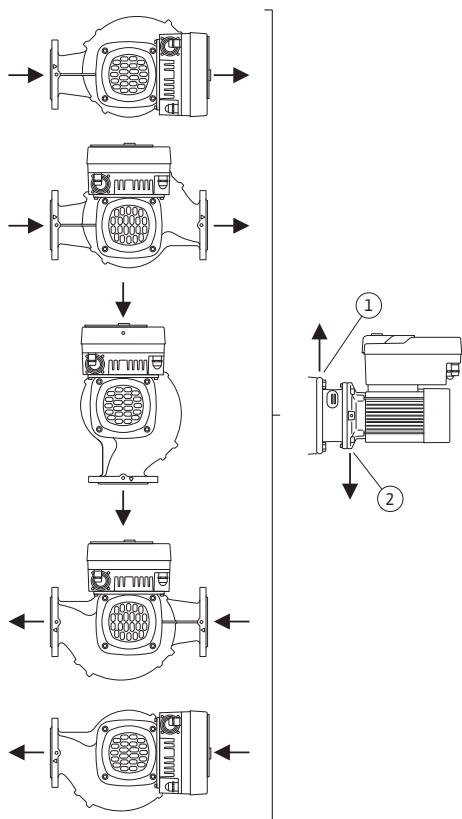

Fig. 8: Posizioni di montaggio ammesse con albero del motore orizzontale
Le posizioni di montaggio ammesse con albero del motore orizzontale e modulo elettronico verso l'alto ( $0^\circ$ ) sono illustrate nella Fig. 8.
La disaerazione della pompa è garantita in modo ottimale se la valvola di disaerazione è rivolta verso l'alto (Fig. 8, pos. 1).
In questa posizione ( $0^\circ$ ) la condensa formatasi può defluire in modo mirato attraverso gli appositi fori, la lanterna della pompa e il motore (Fig. 8, pos. 2).